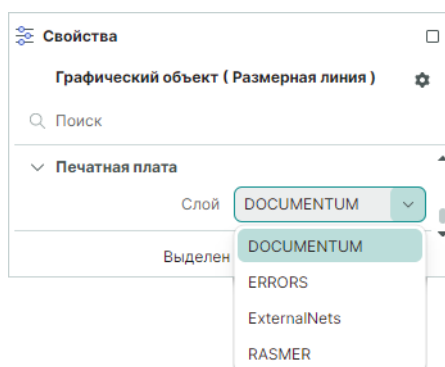

Рис. 260 Раздел «Печатная
5. Раздел «Печатная плата» содержит выпадающий список с выбором слоя размещения размерной линии, см. Рис. 260.